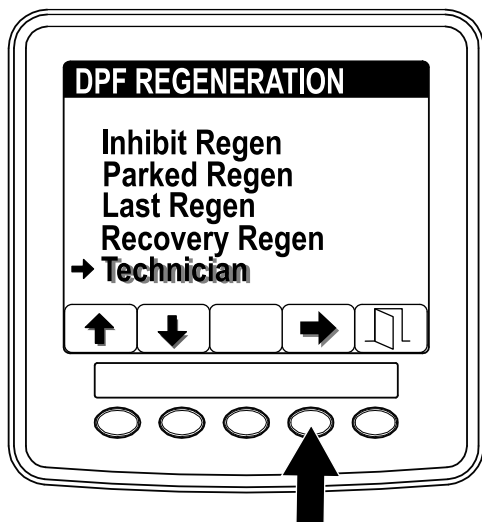

Figura 38
1. Vaya al menú Regeneración del DPF, y pulse el botón 1 o el botón 2 para desplazarse hacia abajo a la opción TÉCNICO (Figura 38).
2. Pulse el botón 4 para seleccionar la opción Técnico (Figura 38).